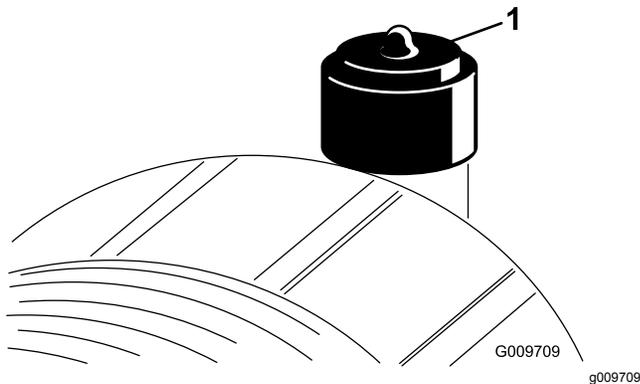

Figura 26
Revise el filtro del limpiador de aire únicamente cuando el indicador de mantenimiento (Figura 26) lo requiera. El cambiar el filtro antes de que sea necesario sólo aumenta la posibilidad de que entre suciedad en el motor al retirar el filtro.
6. Reinicie el indicador (Figura 26) si se ve rojo.